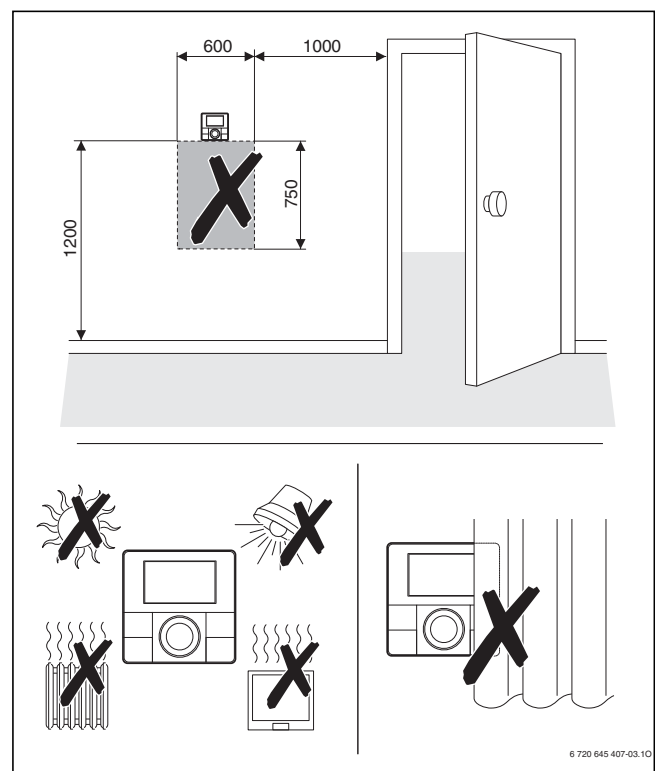

Bild 121 Position der Fernbedienung CR 10/CR 10 H im Referenzraum (Maße in mm)
- ▶ Fernbedienung deshalb für die raumtemperaturgeführte Regelung im Referenzraum installieren (→ Bild 121).